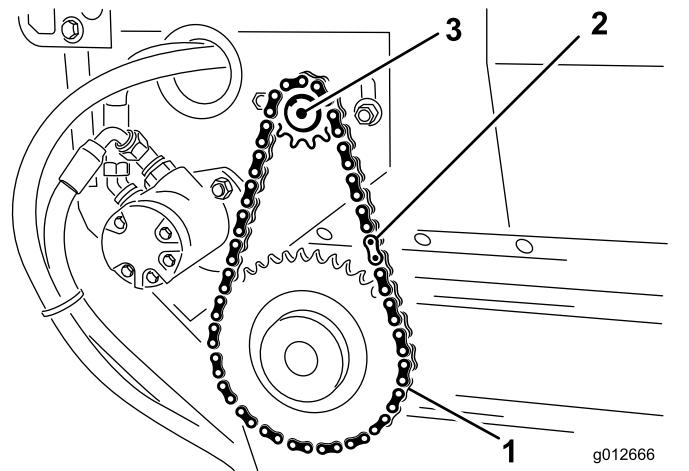

Figura 38
1. Montate la catena sulla ruota dentata piccola e fissate la catena con la falsamaglia (Figura 38).